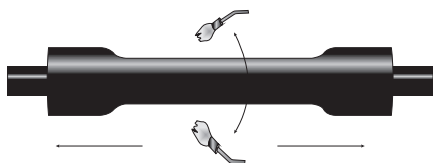

Рисунок 8
- 4.20 Усадить трубу, начиная от центра соединения, в направлении наружного покрова кабелей попеременно (рисунок 8).